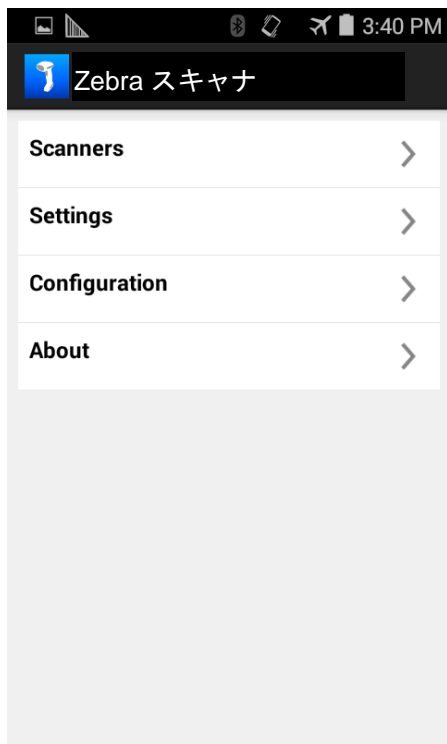

図 5-1 [ホーム]画面
[スキャナ]画面を表示するには、[ホーム]画面から[スキャナ]をタッチします (図 5-1)。[スキャナ]画面には、モバイル デバイスとペアリングされ接続済みであるすべてのスキャナが表示されます。一覧にあるデバイスを選択し、[アクティブなスキャナ]画面を表示します (5-6 ページの「[アクティブなスキャナ]画面」を参照)。以前にモバイル デバイスとペアリング/接続されているデバイスが存在しない場合は、接続が必要です (モバイル デバイスとスキャナの接続を参照)。
2. [ホーム]画面から[スキャナ]をタッチします (図 5-1)。次の画面が表示されます。
[設定]画面を表示するには、[ホーム]画面から[設定]をタッチします (図 5-1)。
[スキャナの構成]画面を表示するには、[ホーム]画面から[構成]をタッチします (図 5-1)。
[バージョン情報] 画面を表示するには、[ホーム] 画面から [バージョン情報] をタッチします (図 5-1)。